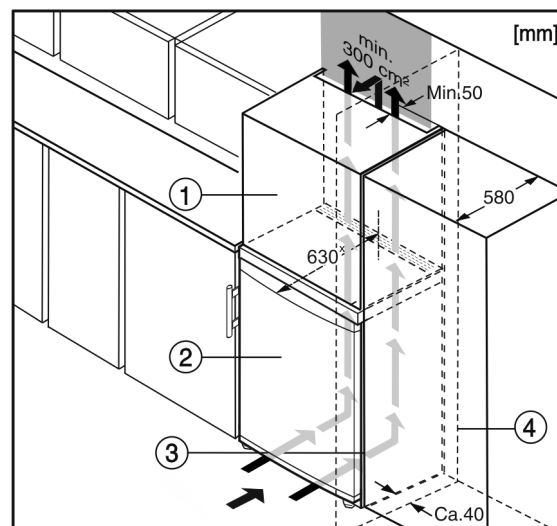

Fig. 6
- (1) Opbouwkast
- (2) Apparaat
- (3) Keukenkast
- (4) Wand
Het apparaat Fig. 6 (2) kan worden ingebouwd in de keuken. Om het apparaat aan de hoogte van het keukenblok aan te passen, kunt u er een passende opbouwkast Fig. 6 (1) op plaatsen.*
Bij een ombouw met keukenkasten (diepte max. 580 mm) kan het apparaat direct naast de keukenkast Fig. 6 (3) worden geplaatst. Het apparaat steekt aan de zijkant 34 mm* en in het midden 50 mm* uit ten opzichte van het keukenkastfront.*
Plaast u het apparaat met de scharnierkant naast een muur Fig. 6 (4), dan moet de afstand tussen apparaat en muur minstens 40 mm bedragen. Dit in verband met het uitsteken van de deurgreep bij een geopende deur.